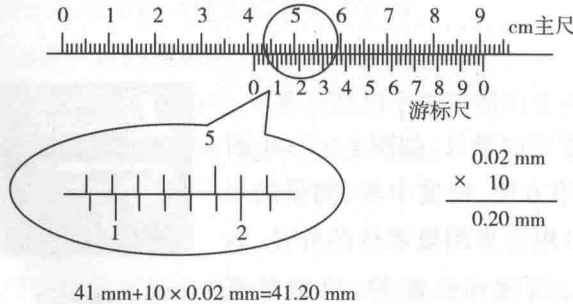

图 1-2-4 游标卡尺读数方法
(2)游标卡尺读数分为三个步骤,如图 1-2-4 所示,以测量精度为 0.02 的游标卡尺的某一状态为例进行说明。